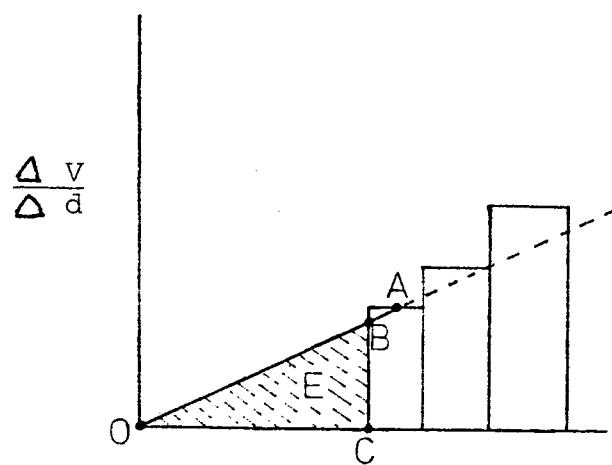

Fig. 11: Ekstrapolering i følge Eckhoff.
Disse verdiene tegnes i et histogram med  $\frac{\Delta V}{\Delta d}$  på Y-aksen og  $d$  på X-aksen. Det trekkes en rett linje fra origo til midten av den første stolpen (A) i histogrammet, se fig. 11.